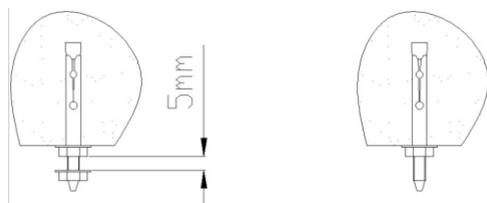

图 5
- 4、根据记好的孔位置，用冲击钻打出 4 个 $\phi 10 \times 80\text{mm}$ 的孔，将膨胀螺丝打入天花板，并用扳手拧紧螺丝。然后，将下端的螺母松开使垫片与上螺母的距离为 5mm 左右。并将另侧 2 个膨胀螺丝螺母及垫片都取下（如图 5 所示）。